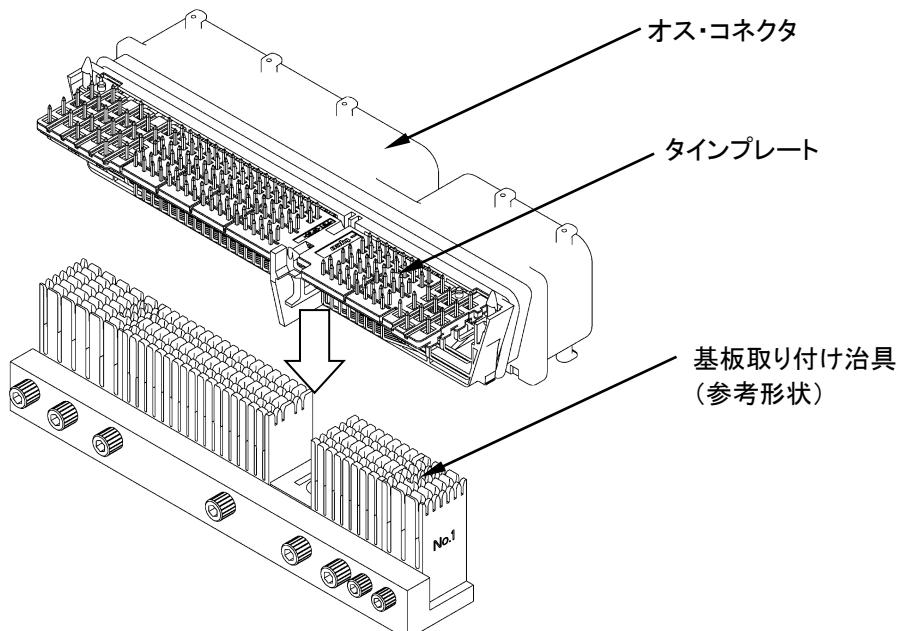

Fig.9
- (1) 基板取り付け治具に Fig.9 の如くタインプレートを上向きにし、オス・コネクタを取り付けて下さい。